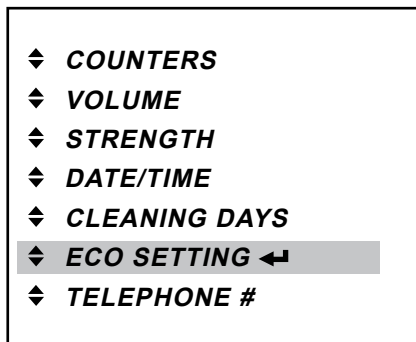

Fig. 38
- Press the enter button ↵ to access the «ECO SETTING» menu. (Fig. 38)